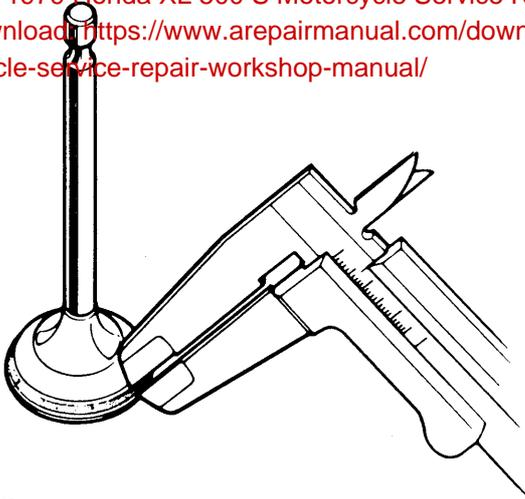

Bild 48
- Den Ventilsitz messen (Bild 48). Das Mass sollte zwischen 1,2–1,4 mm sein. Die Verschleissgrenze liegt bei 2,0 mm. Das Ventil kann nicht geschliffen werden. Falls die Ventilsitzfläche verbrannt, stark abgenutzt ist oder ungleichmässigen Kontakt mit dem Sitz hat, muss das Ventil ausgewechselt werden.